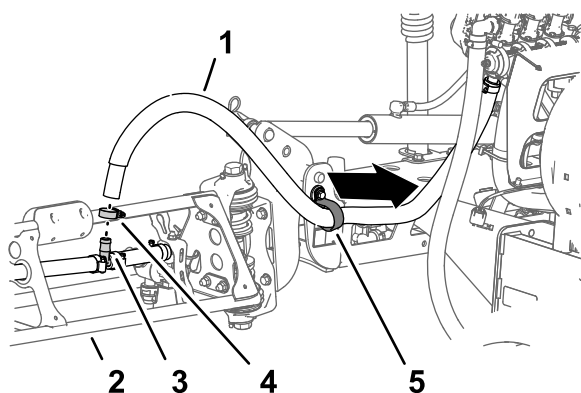

图35
1. 在外侧喷洒段取下将喷洒段软管固定到宝塔 T 形接头的软管夹图35。
2. 从 T 形接头上拆下软管 (图35)。
3. 从 R 形夹上取下软管的自由端 (图35)。